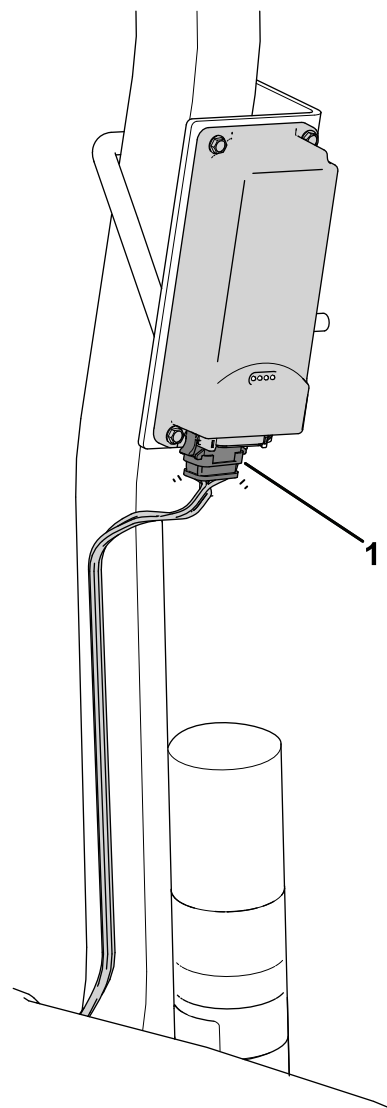

図 8
3. テレマティクスワイヤー ハーネスのP02というラベルの付いたコネクタをテレマティクスデバイス (図 8) に接続する。